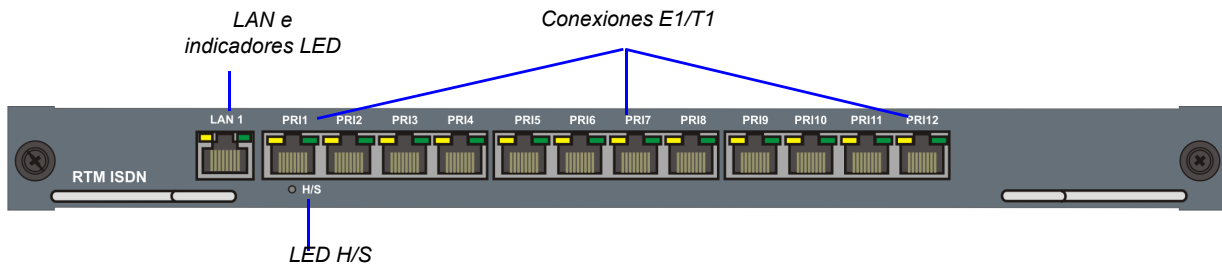

Figura 1-3 Panel trasero RTM ISDN de la RMX 2000
- Se puede conectar siete líneas E1 o 9 T1 en cualquiera de las 12 conexiones, según se muestra en Figura 1-3